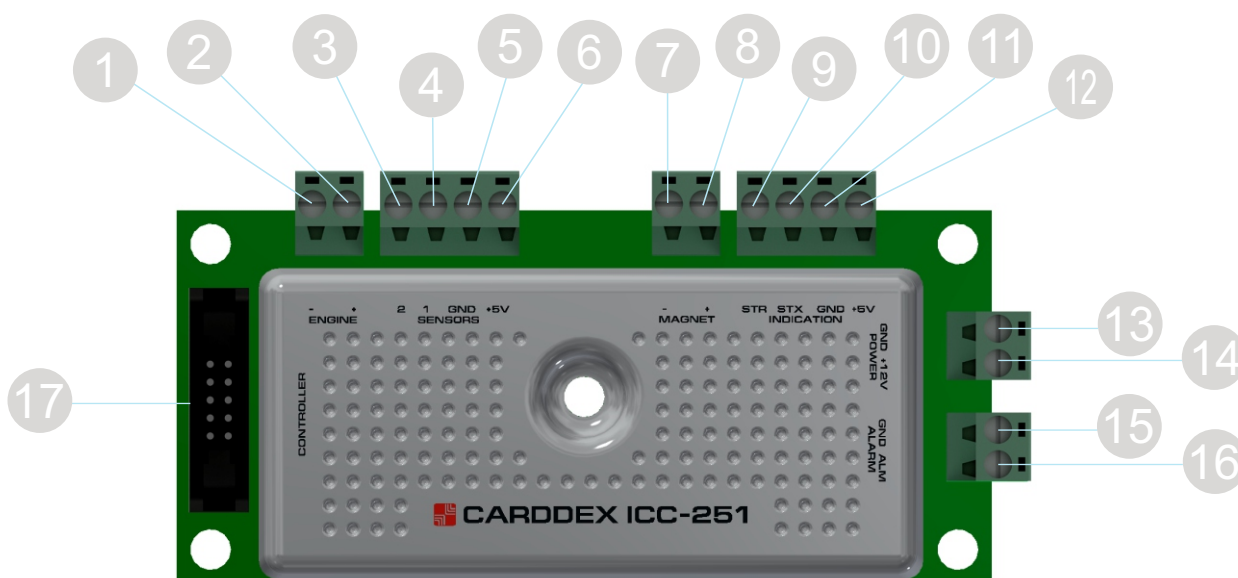

Рисунок 6 – Модуль управления «ICC–251»
- 3 Разъем «TURNSTILE». Служит для подключения модуля управления «ICC-251» (Рис. 6).
Рассмотрим разъемы, расположенные на плате модуля «ICC-251» (Рис. 6).